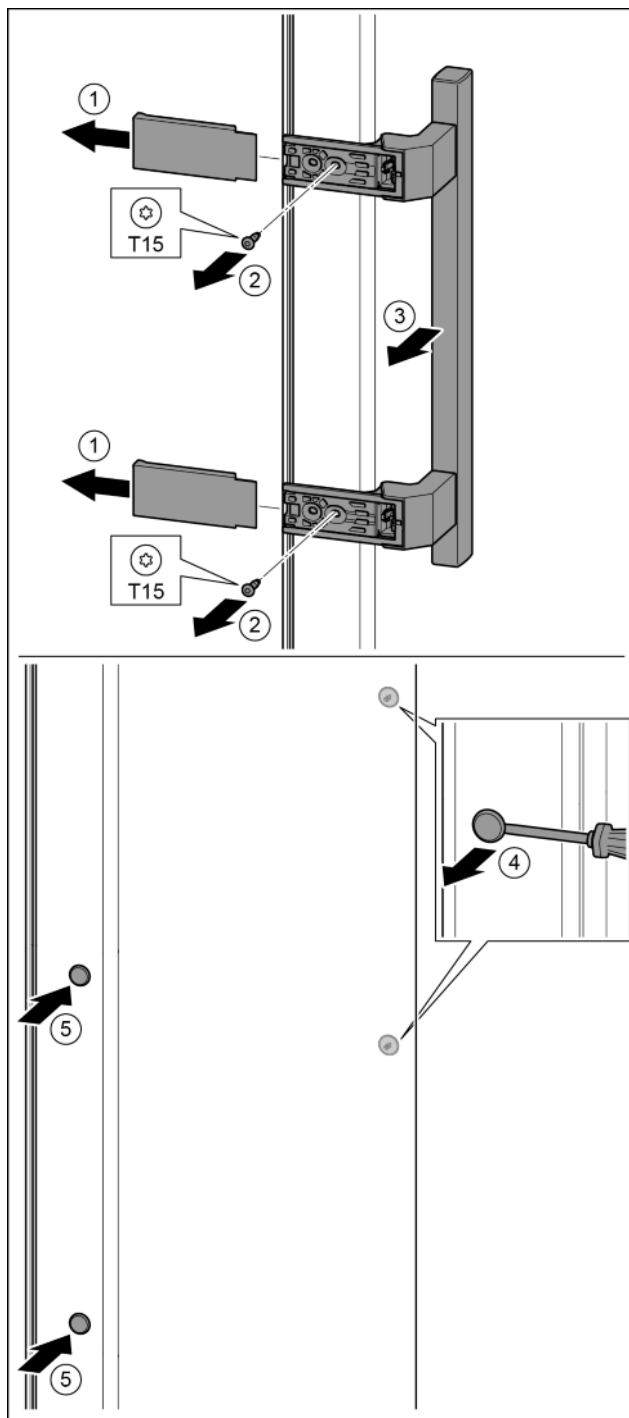

Fig. 38
- Снять крышку. Fig. 38 (1)
- Выкрутить винты отверткой T15. Fig. 38 (2)
- Снять ручку. Fig. 38 (3)
- Осторожно приподнять шлицевой отверткой боковые заглушки и вынуть их. Fig. 38 (4)
- Заглушки снова вставить с другой стороны. Fig. 38 (5)